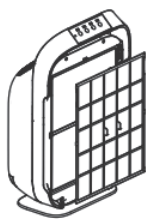

Abb. 2
3. Nehmen Sie den Vorfilter (2) heraus. Der Filter wird mithilfe acht Halterungen befestigt. (Abb.2).